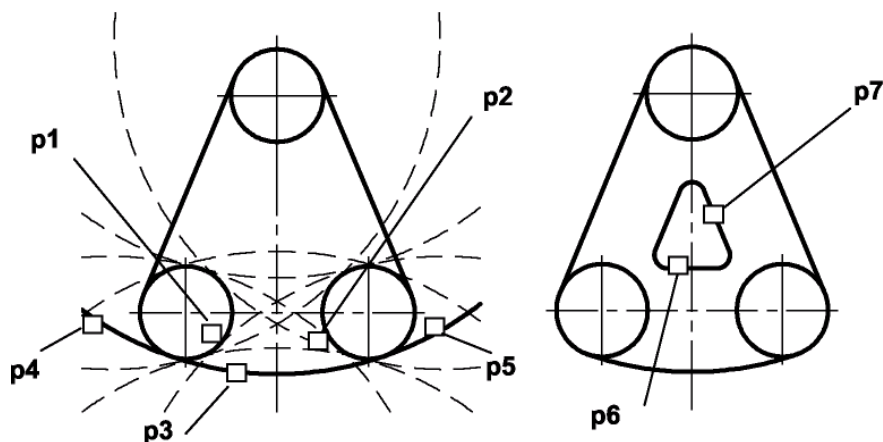

Рис. 2.2. - Построение окружности касательной к двум окружностям и двум прямым
3) указать курсором на графической зоне прямые, между которыми строится сопряжение (на рис. 2.2 б это точки **р6** и **р7**);